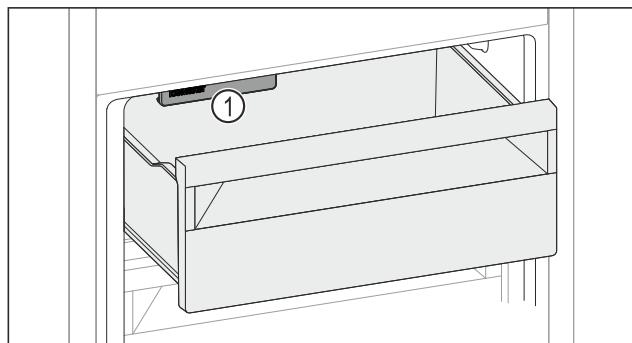

Fig. 115
- Слідкувати за функцією IceMaker Fig. 115 (1).